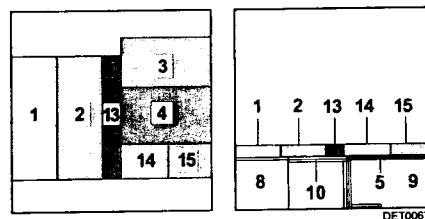

Bild 41 Nach dem Umbau
- Das Sitzpolster (Bild 41,2) der Längssitzbank auf die Bettkasten-Verlängerung der Längssitzbank legen.
- Das Rückenpolster (Bild 41,1) der Längssitzbank zwischen das Sitzpolster und die Außenwand legen.
- Das Sitzpolster (Bild 41,4) der Bugsitzbank auf die Tischplatte legen.
- Das Rückenpolster (Bild 41,3) der Bugsitzbank zwischen das Sitzpolster und die Rückenlehne legen.
- Zwei kurze Zusatzpolster (Bild 41,14 und 15) vor das Sitzpolster (Bild 41,4) legen.
- Das lange Zusatzpolster (Bild 41,13) auf die Bettkasten-Verlängerung legen.